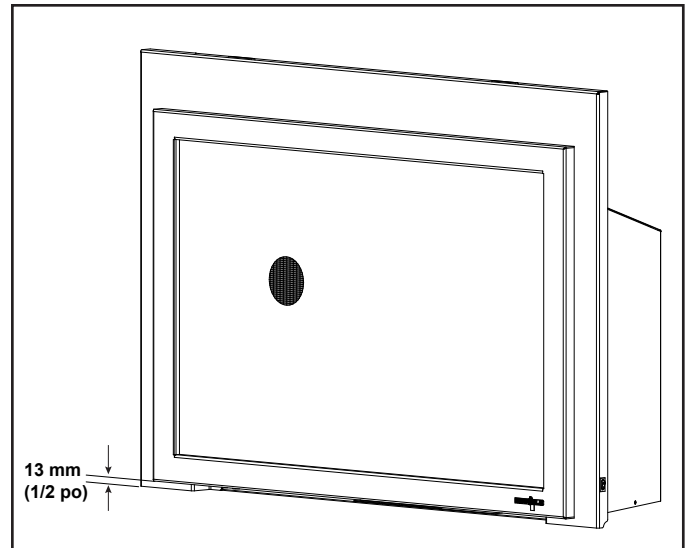

Figure 3.7 Espace minimum requis de 12,7 mm (1/2 po.)
- Un espace minimal de 6,35 mm (1/4 po) entre le fond de l'appareil et le sol métallique de la boîte à feu pour combustible solide est **OBLIGATOIRE**. Voir la vue latérale à la figure 3.7.